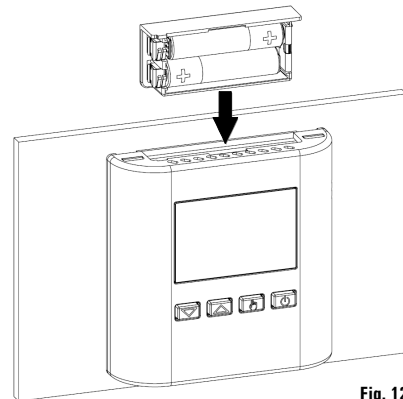

Fig. 12
- Sätt åter tillbaka och tryck ned batterihållarfacket helt, Fig. 12. Termostaten startar nu automatiskt.